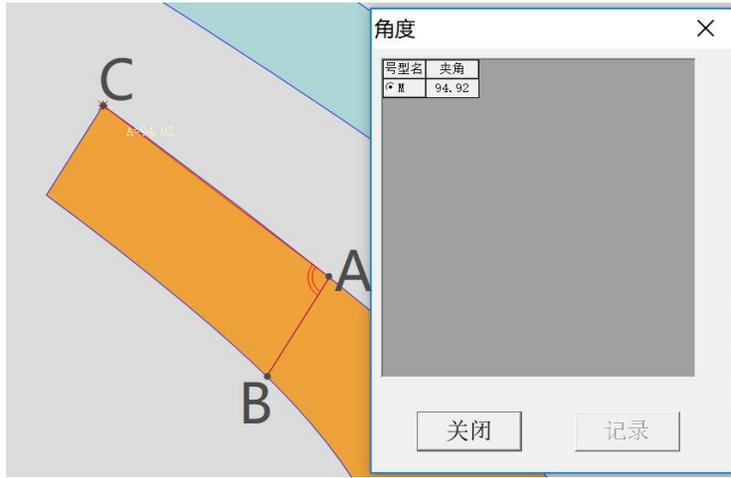

图 21.3
- (3) 测量三点形成的角，先点击夹角点（如图 21.3 的点 A），再分别点击形成夹角的两个端点（如图 21.3 的点 B 和点 C），弹出角度测量对话框，即可得到该夹角的数据；